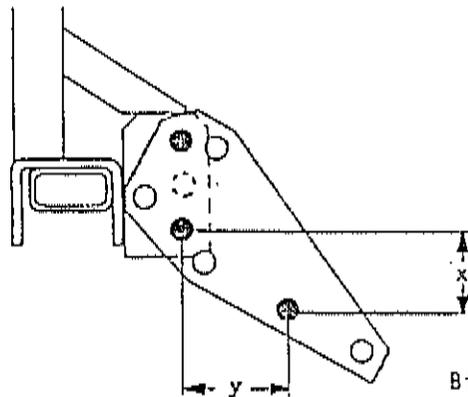

Bild 18
5. Unterlenkerverlängerung TFL 15-Z-5700 (Bild 18)